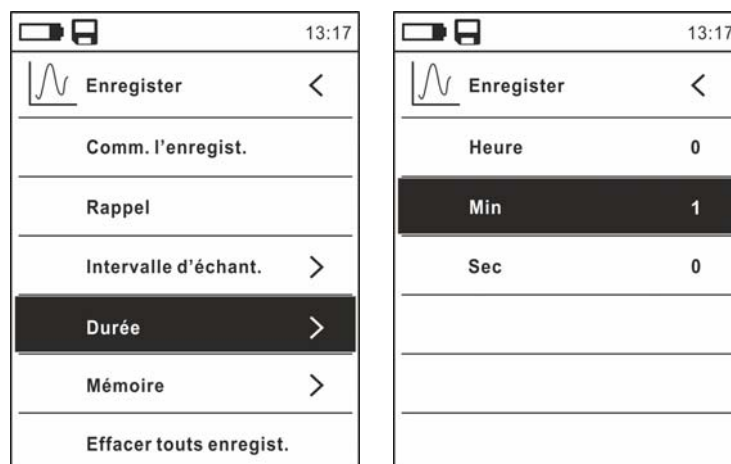

Fig. 32: Fonction data logger – Réglage de la durée d'enregistrement
8. Sélectionner la rubrique « Durée » (voir Fig. 32 – partie gauche) et appuyer sur la touche **▶**. La page-écran Fig. 32 – partie droite s'affiche à l'écran